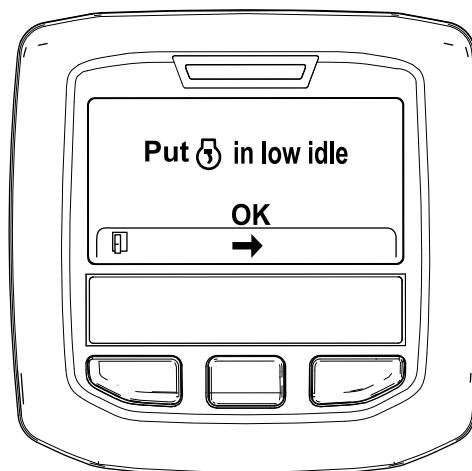

図 53
6. スロットルコントロールを低速アイドル位置にセットして、中央ボタンを押す図 53。